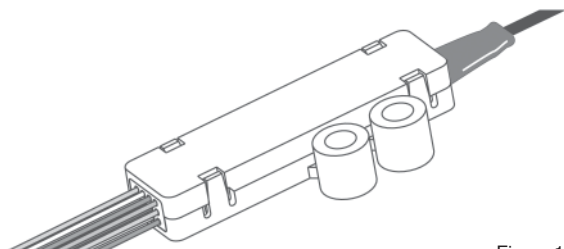

Figura 1
1.2 Os Fan-Outs ramificam as fibras de um cordão em fibras individuais protegidas por um tubo protector de PVDF de 900 µm (Figura 1). As fibras podem então ser preparadas para conexão em conformidade com os requisitos da interface do hardware. Um kit de montagem (TKT-FANBT-A) está disponível para o ajudar na instalação dos fan-outs BTF.